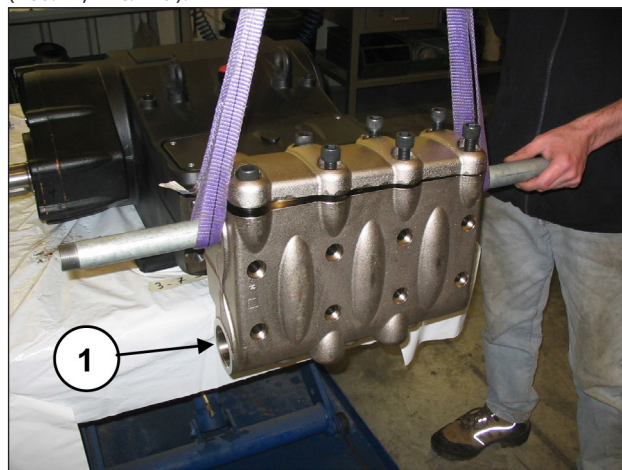
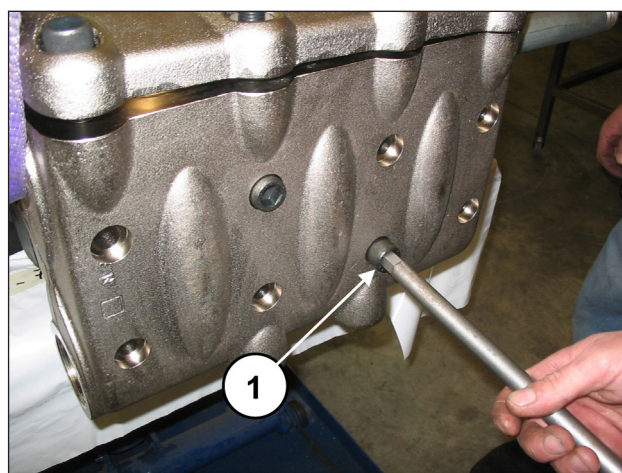

Рис. 128
Рис. 129
Установите торец на картер насоса (поз. ①, Рис. 128), стараясь не задеть поршни, и закрутите 8 винтов M16x180 (поз. ①, Рис. 129).
Затяните 8 винтов M16x180, начиная с 4 внутренних винтов, перекрестным способом (см. Рис. 128), а затем перейдите к 4 внешним винтам, также затягивая их крест-накрест.